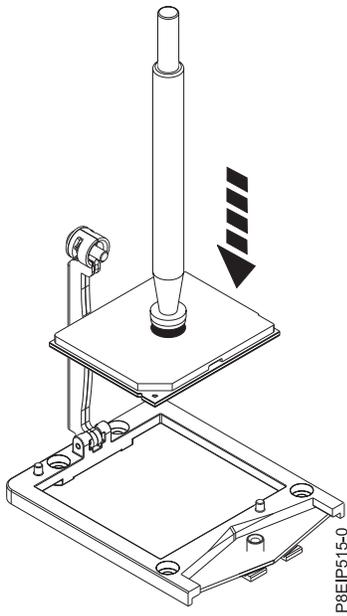

Figure 37. Abaissement du processeur dans le connecteur
- a. Abaissez le stylet et le module processeur système sur le connecteur, comme indiqué dans la figure 37, à la page 39. Alignez l'angle biseauté du processeur avec celui du connecteur. Prenez soin d'abaisser l'outil uniformément sans incliner le processeur.